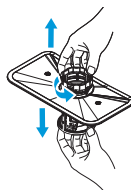

Fig. 2
3. Desencaixe os filtros puxando-os na seguinte ordem: filtro de detritos, filtro tela e filtro fino (Fig. 2).